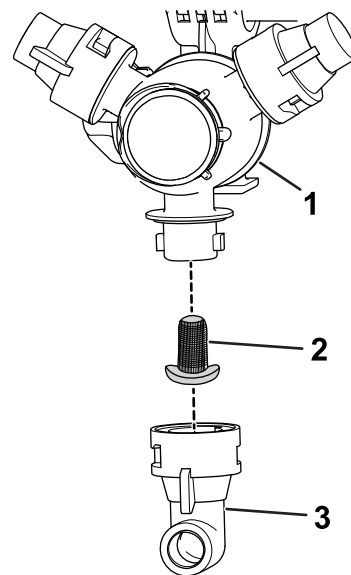

Figure 149
2. Déposez la buse de la tourelle de pulvérisation (Figure 149).
3. Retirez le filtre de buse usagé (Figure 149).
4. Montez le filtre de buse neuf (Figure 149).
5. Montez la buse sur la tourelle de pulvérisation (Figure 149).